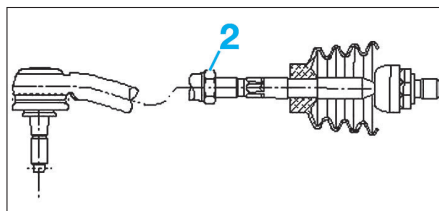

Fig. 12
• Desserrer le contre-écrou (2) (Fig.12).